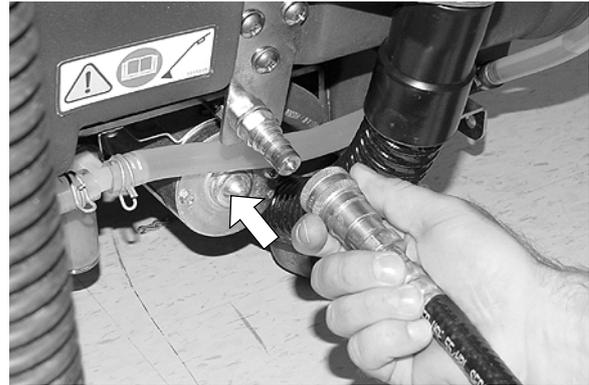

ABB. 15
2. Schließen Sie den Frischwasserschlauch der Zubehör-Werkzeuge an den Anschluss an der Rückseite der Maschine an (Abbildung 15).